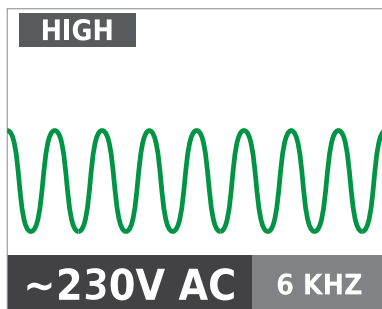

Figur 3.2a
2. Anslut röd ledning till strömförande linjeledning (på systemets belastningssida). Signalen kommer ENDAST att sändas mellan uttaget som sändaren är ansluten till, och strömkällan (se Figur 3.2a).